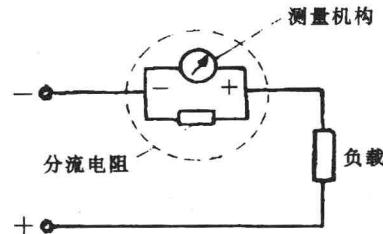

图 1.1-5 直流电流表量程的扩大
(2) 被测值大于电流表量程时, 需在表上并接分流器, 如图 1.1-5 所示。